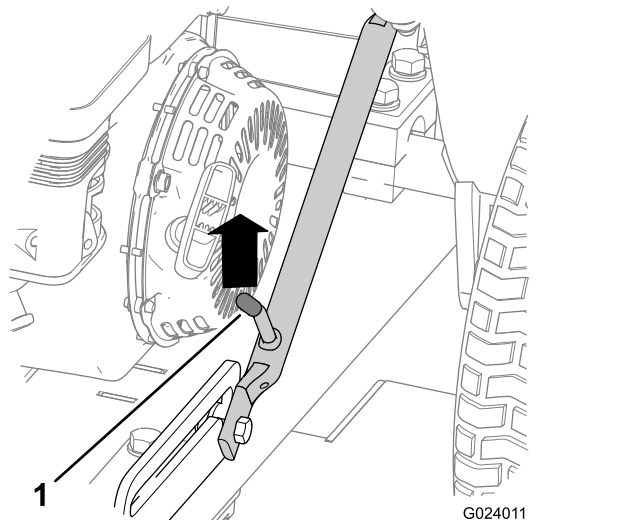
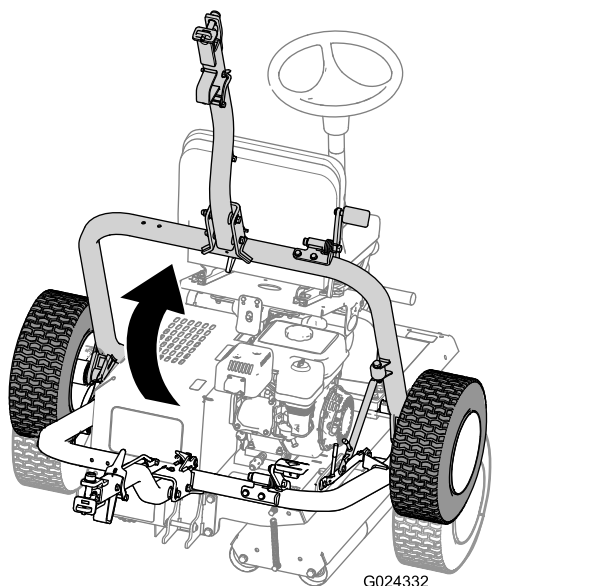

Figura 24
Figura 28
- A. Sollevate il gruppo dell'attacco in modo che la leva del dispositivo di fermo sia sbloccata dal fermo di scorrimento (Figura 24).
- D. Sollevate l'attacco (Figura 28) in modo che la leva del dispositivo di fermo sia bloccata nel fermo di scorrimento (Figura 24).